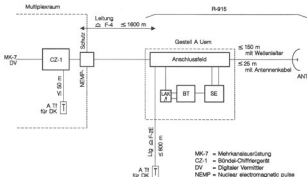

Fig 1 - Station R-915 als ortsfestes Terminal
Die Fig 1 zeigt das Zusammenschalten der Geräte und die maximal möglichen Zwischendistanzen. Die Schaltung auf der Gegenstation ist identisch.
- 29 Der **Dienstkanal (DK)** dient der direkten Verständigung der Richtstrahlstation-Mannschaften untereinander. Mögliche Sprechstellen sind:
- ³ das am Chiffriergerät CZ-1 anschliessbare Armeetelefon (siehe auch Fig 1).